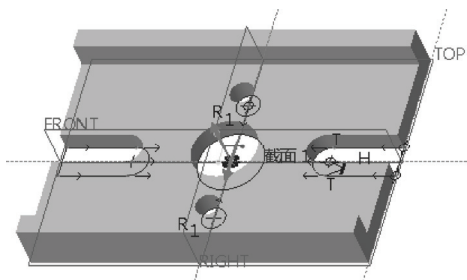

图 11-96 动态几何预览
5) 单击（将拉伸的深度方向更改为草绘的另一侧，简称深度方向）按钮，并从深度选项列表框中选择（穿透）图标选项，此时按〈Ctrl+D〉快捷键以默认的标准方向视角显示模型，效果如图 11-96 所示。